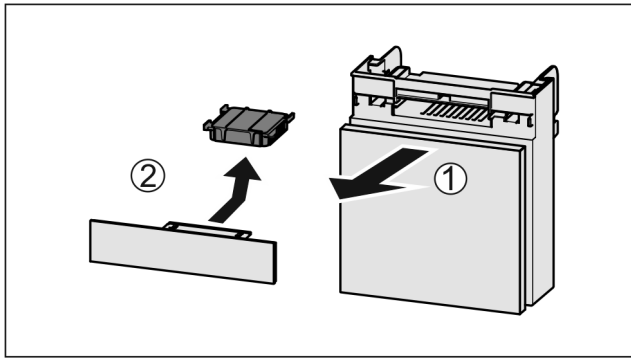

Fig. 52
- ▶ Издърпайте Fig. 52 (1) напред от отделениято.
- ▶ Извадете Fig. 52 (2) филтъра с активен въглен.